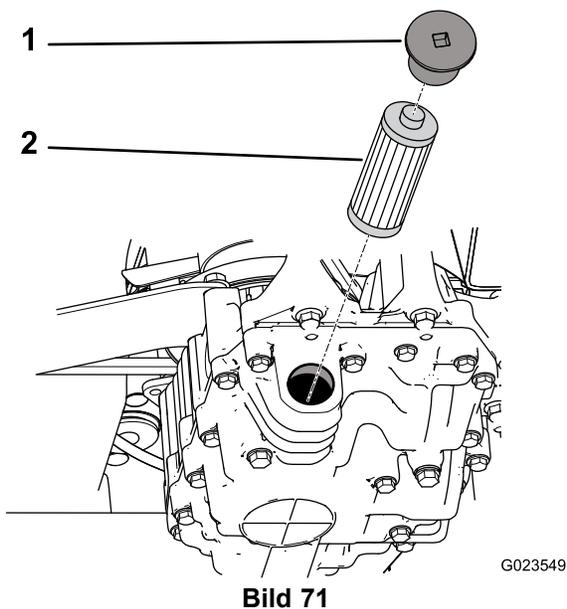

Bild 71
5. Nehmen Sie die Filterkappe ab und ziehen Sie den Filter aus dem Getriebe heraus (Bild 71).